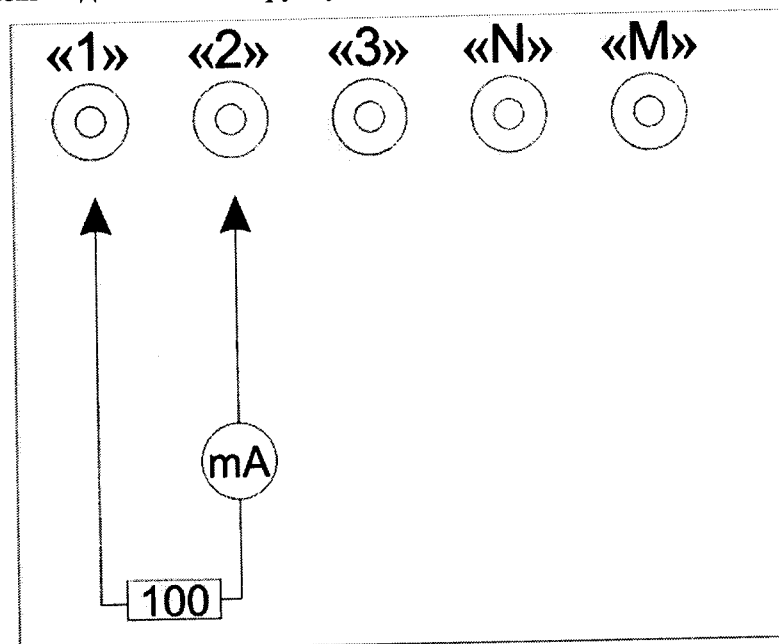

Рисунок 3.
4.1.1.1. Для поверки подключите нагрузку к УГИ (рисунок 3).